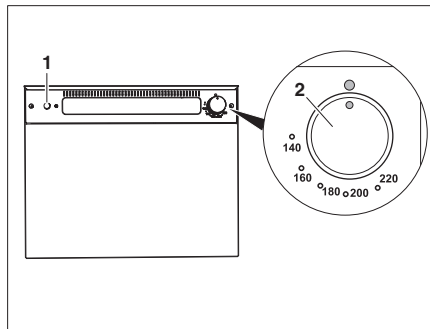

Bild 318 Gasbackofen (Thetford)
- Den Drehregler (Bild 318,2) leicht drücken und nach links auf eine beliebige Position drehen.
- Zündschalter (Bild 318,1) so oft drücken, bis die Flamme brennt.
- Den Drehregler (Bild 318,2) auf "O" drehen. Die Flamme erlischt.